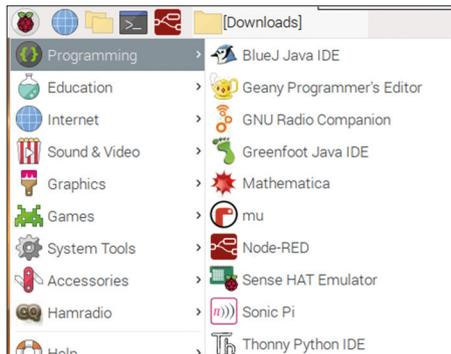

Bild 2.6: Thonny auf Ihrem Raspberry Pi starten.
- Klicken Sie auf Ihrem Raspberry Pi Desktop auf **Menu**, gefolgt von **Programming** und dann auf **Thonny Python IDE** (siehe Bild 2.6). Der Autor hatte die Version 3.3.3 von Thonny auf seinem Raspberry Pi 4 installiert.